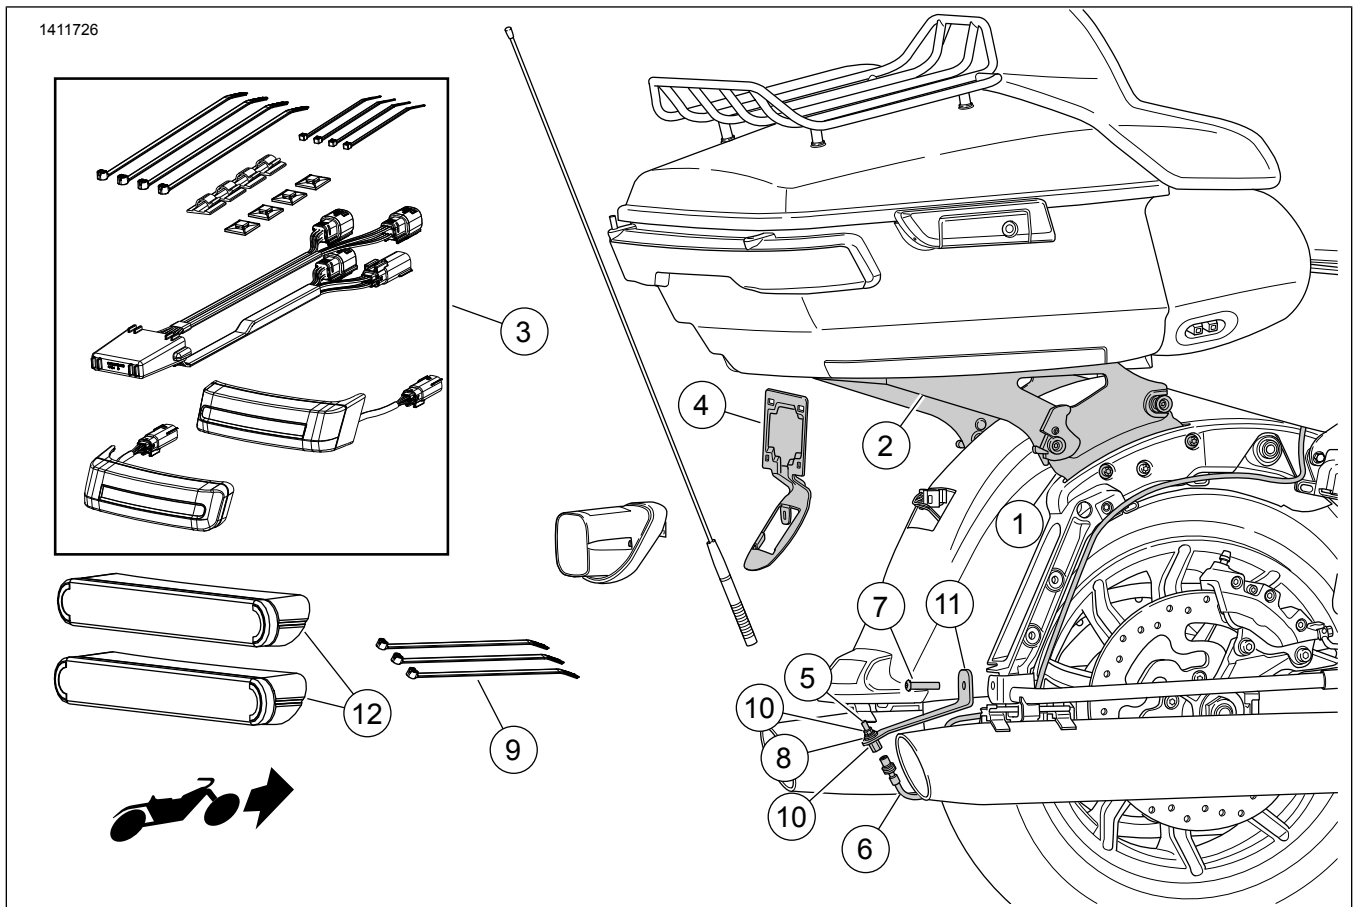
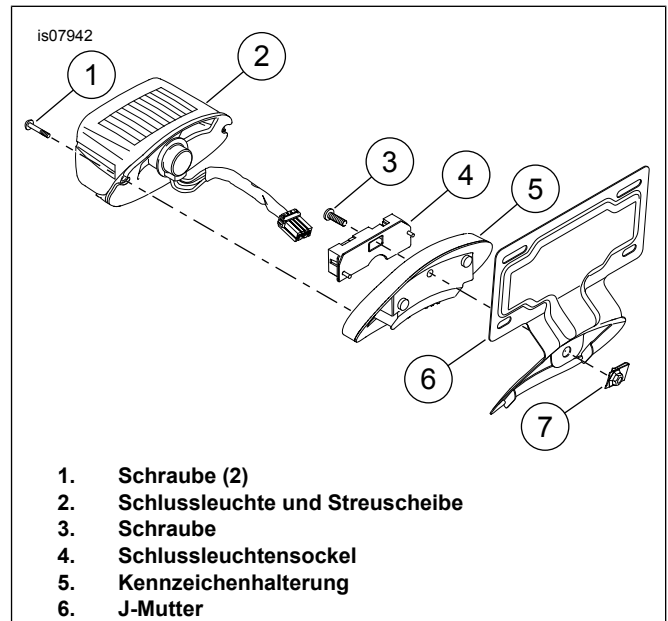

Abbildung 1. Inhalt des Satzes: Abnehmbarer Tour-Pak-Befestigungsträger
Abbildung 7. Installation der Kennzeichenhalterung
7. Siehe Abbildung 7 >. Die Schlussleuchte und den Schlussleuchtensockel abnehmen.
- a. Die Schrauben (1) entfernen.
- b. Die Schlussleuchte und die Streuscheibe (2) lösen und abnehmen.
- c. Die Steckverbinderpositionen am Schlussleuchtensockel (4) beachten, um die Installation zu erleichtern.
- e. Die Schraube (3) und den Schlussleuchtensockel entfernen.
1. Siehe Abbildung 1 >. Den Befestigungsteilesatz (1) entsprechend den Anweisungen in **diesem** Satz anbringen.
2. Den Betriebs-/Brems-/Blinkerleuchten-LED-Satteltaschensatz (3) entsprechend den Anweisungen in **diesem** Satz anbringen.
3. Siehe Abbildung 7 >. Die Kennzeichenhalterung anbauen.
- a. Die Kennzeichenhalterung (5) am Schutzblech anbringen.
- c. Den Schlussleuchtensockel über der Kennzeichenhalterung anbringen. Mit Schraube (3) befestigen.
- e. Schlussleuchte und Streuscheibe am Schlussleuchtensockel anschließen. Schlussleuchte und Streuscheibe am Sockel anbringen und mit Schrauben (1) sichern.
e. Den Antennenmastsockel (Verbindung) (6) an der Antennenkabelverlängerung anbringen.
Siehe Abbildung 1 >. Die Position der Reflektoren (12) markieren.